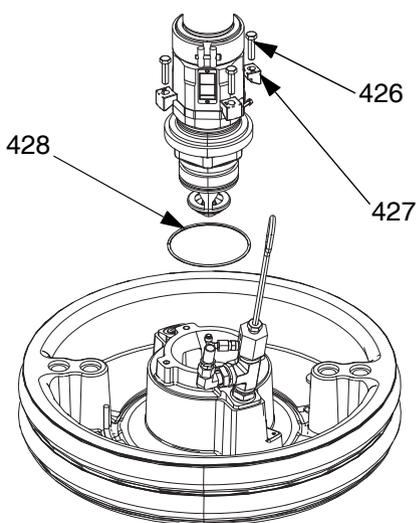

FIG. 35: Kit de montagem de 55 galões
1. Coloque o o-ring (428) fornecido no kit de montagem na base (AD). Se anexado à base, coloque a bomba volumétrica (AC) na base (AD). Consulte a FIG. 35.
2. Prenda a flange de entrada da bomba no cilindro com os parafusos (426), anilhas (425) e grampos (427) incluídos no kit de montagem 255392.